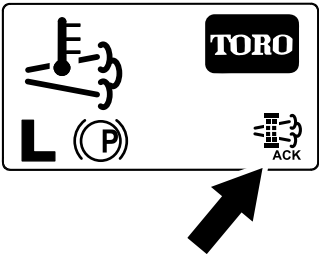

Figura 67
- El InfoCenter muestra la pantalla de inicio y aparece el icono de Regeneración aceptada (Figura 67) en la esquina inferior derecha de la pantalla mientras se realiza la regeneración.